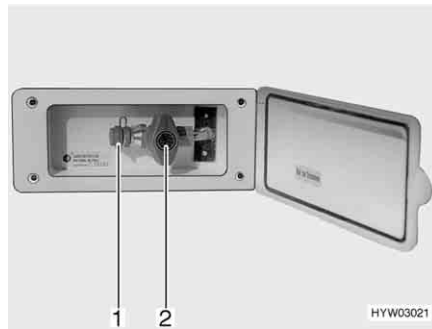

Fig. 145 Presa gas esterna, rubinetto di arresto del gas chiuso
La presa gas esterna (Fig. 145) si trova, a seconda del modello, nella parte posteriore o sul lato destro o sinistro del veicolo.
- Collegare l'apparecchio a gas esterno all'attacco (Fig. 145,1).
- Aprire il rubinetto di arresto del gas (Fig. 145,2).